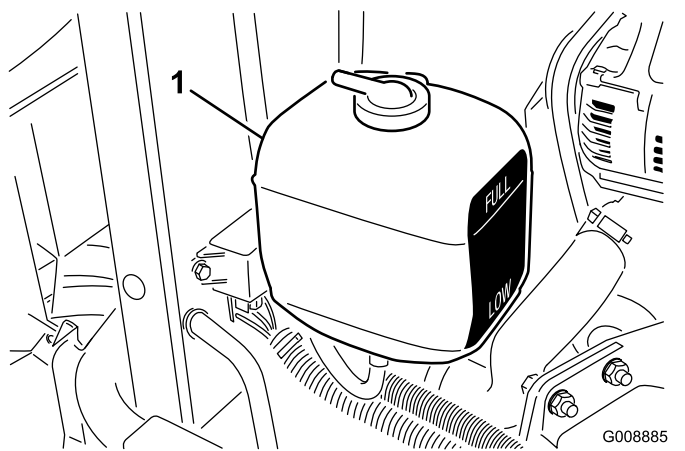

図 28
1. 補助タンクの冷却水量を点検する 図 28。エンジンが冷えた状態で、タンク側面についている本の線の間であれば適切である。